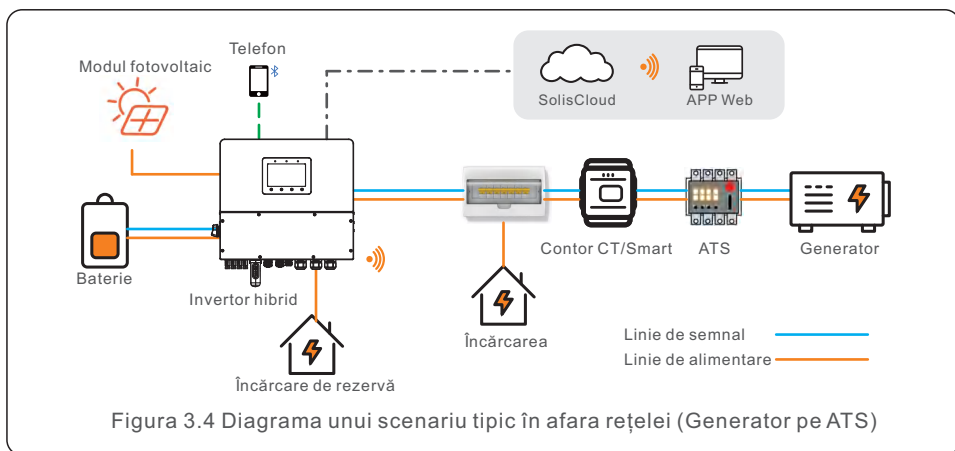

Figura 3.4 Diagrama unui scenariu tipic în afara rețelei (Generator pe ATS)
- Dacă generatorul este conectat printr-un ATS pe partea de rețea (figura 3.4), atunci este necesar un CT sau un contor inteligent.